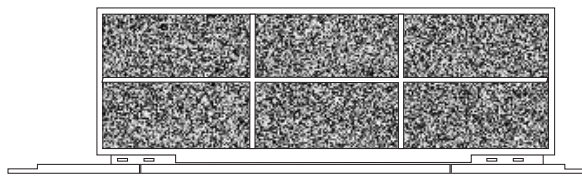

Fig. 3
- sfilare i collegamenti elettrici dalla fiancata destra, rimuovere il semitranciato e spostare il passacavo (9) da destra a sinistra;
- spostare i collegamenti elettrici sul lato sinistro facendoli passare attraverso il passacavo (9);
- spostare la morsettiera (10) ed il cavallotto della messa a terra (11) sul lato sinistro;
- nelle versioni FCX-AS il filtro dell'aria dev'essere adattato alla nuova configurazione modificando la posizione del supporto esterno rispetto al telaio del filtro (Fig. 3): facendo pressione con un cacciavite sulla linguetta (1 Fig. 4) spostare il supporto esterno (2) fino a quando la linguetta supera il dentino (3). Rilasciare quindi la linguetta in modo che la posizione relativa tra supporto e filtro sia quella indicata in figura 3.